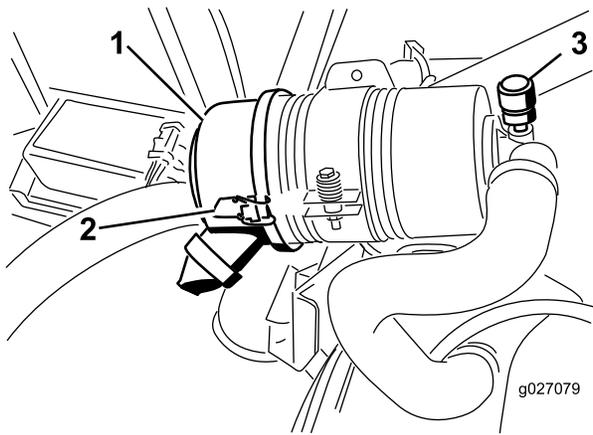

Рисунок 49
Обслуживание фильтра воздухоочистителя следует производить только тогда, когда этого требует индикатор обслуживания (Рисунок 49). Замена воздушного фильтра без необходимости ведет лишь к повышению вероятности попадания грязи в двигатель при извлечении фильтра.
2. Отпустите защелки, фиксирующие крышку воздухоочистителя на его корпусе (Рисунок 49).